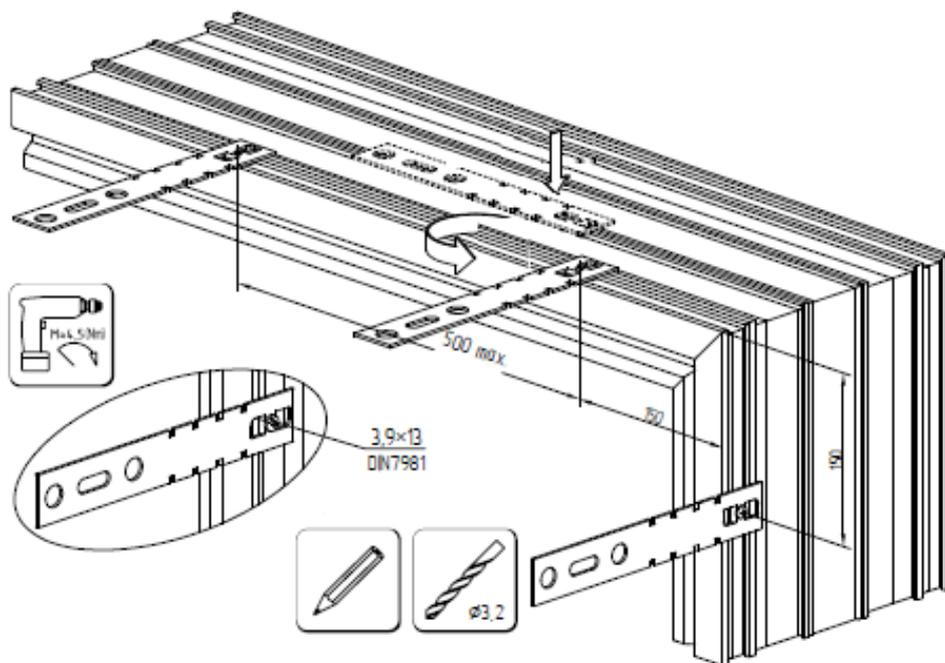

Рис. 7. Правильное расположение и закрепление монтажных пластин
- При установке монтажные пластины в обязательном порядке закрепить к коробке саморезом 3.9×13мм (рис. 7). Рекомендуемая толщина монтажных пластин должна составлять не менее 2мм. В проеме закрепить каждую пластину на две точки крепления. Величина заглабления крепежного элемента в материале стены должна быть не менее 40мм для бетона, полнотелого кирпича, древесины и не менее 60мм для пустотелого кирпича, легких бетонов.